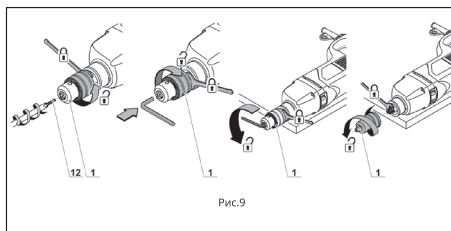

Рис.9
2. Для демонтажа зубчаточенцового сверлильного патрона (1) последовательно произведите операции, показанные на Рис.9.
**Внимание:** при монтаже / демонтаже сверлильного патрона учитывайте, что винт (12) имеет левую резьбу.